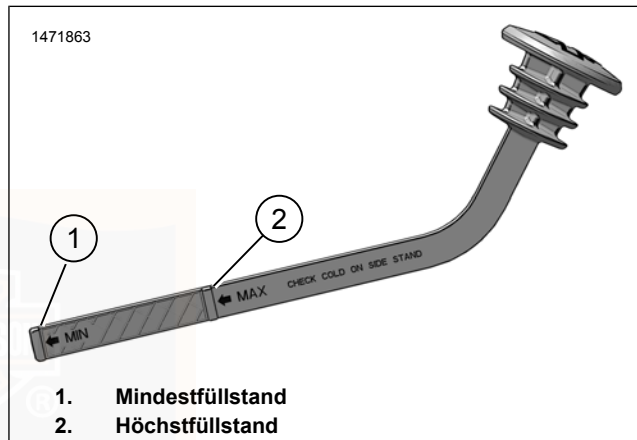

Abbildung 63. Kühlmittel-Einfüllverschlussstopfen/Messstab
4. Siehe Abbildung 63. Überprüfen, dass der Kühlmittelstand an der „MAX“-Linie (2) liegt.